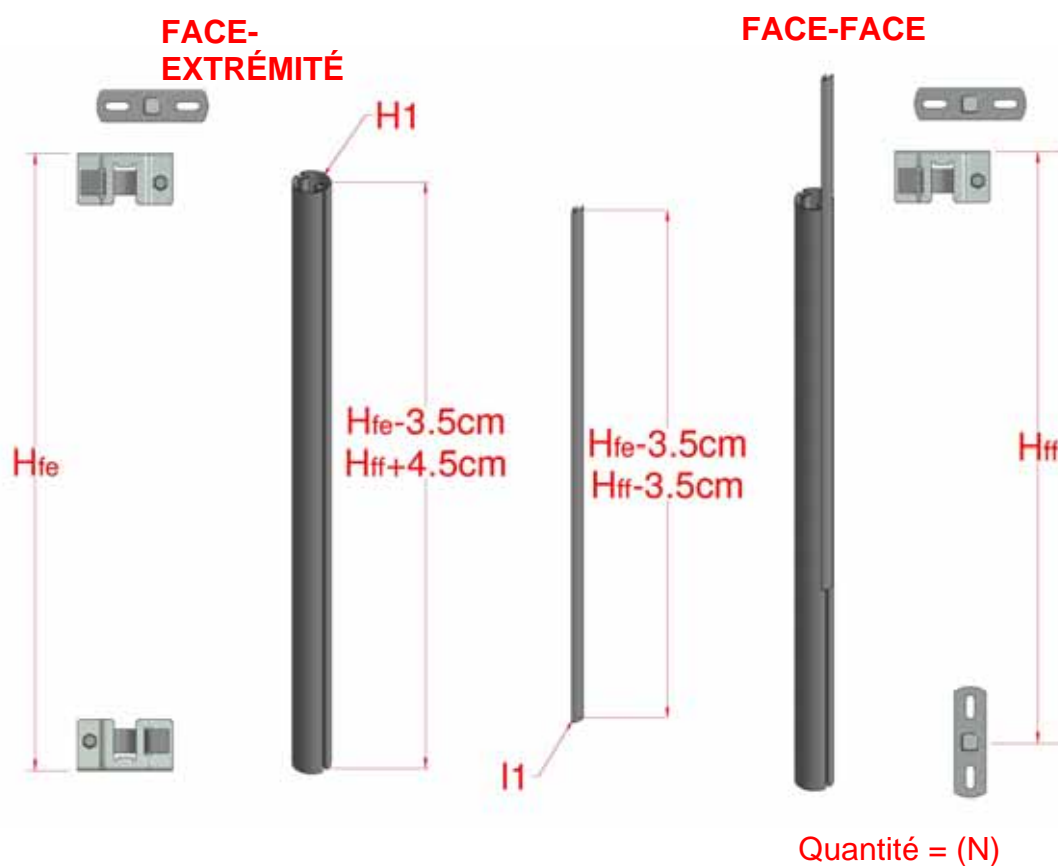

Figure 6 : montage du tube de commande interne
- 2.6 Découper les tubes de commande (H1) à la longueur prescrite, comme illustrée à la Figure 6, et enfiler l'insert de protection (I1) dans la cannelure du tube. La quantité de tubes de commande internes à préparer est égale au nombre de travées du système N plus un, (c-à-d. Quantité = N+1).